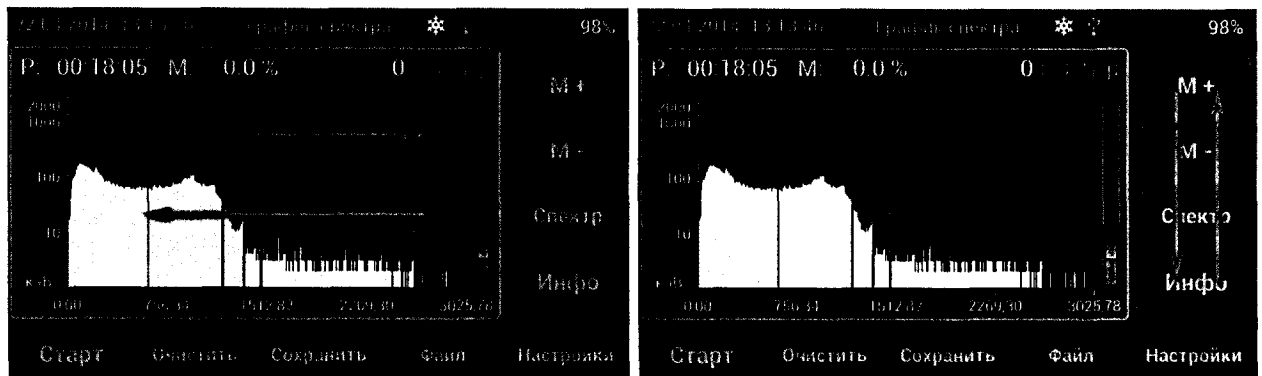

Рис. 50. Взаимодействия с меню «СПЕКТР».
1.10.25.3. **Анализ спектра.** В верхней части спектрограммы отображается Реальное время (Р:) или Живое время(Ж:), Мёртвое время (М:) и скорость счета. Нажмите кнопку «**Сохранить**» для сохранения спектра. Используйте кнопки «**М +**» и «**М -**» для уменьшения или увеличения масштаба в области курсора. Нажмите кнопку «**Курсор**» для его перемещения. Перемещение курсора осуществляется прокруткой экрана вправо или влево. Нажмите кнопку «**Спектр**» для перемещения всего отображаемого спектра. Для того чтобы увидеть дополнительные опции, прокрутите правый край экрана вверх или вниз (см. Рис. 50).